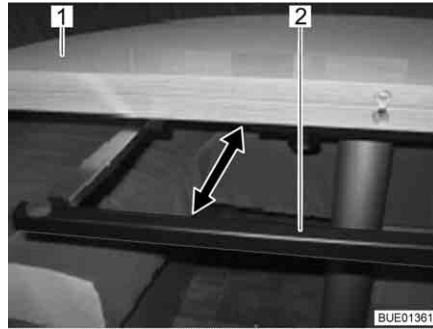

Fig. 112 Estribo de apoyo
- Extraer el estribo de soporte (Fig. 112,2) debajo del tablero de la mesa (Fig. 112,1) hasta el tope.